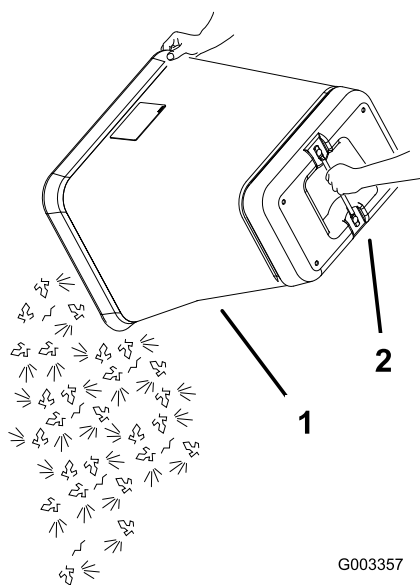

Figura 24
9. Sujete el asa situada en el fondo de la bolsa y vuelque ésta para vaciarla (Figura 24).